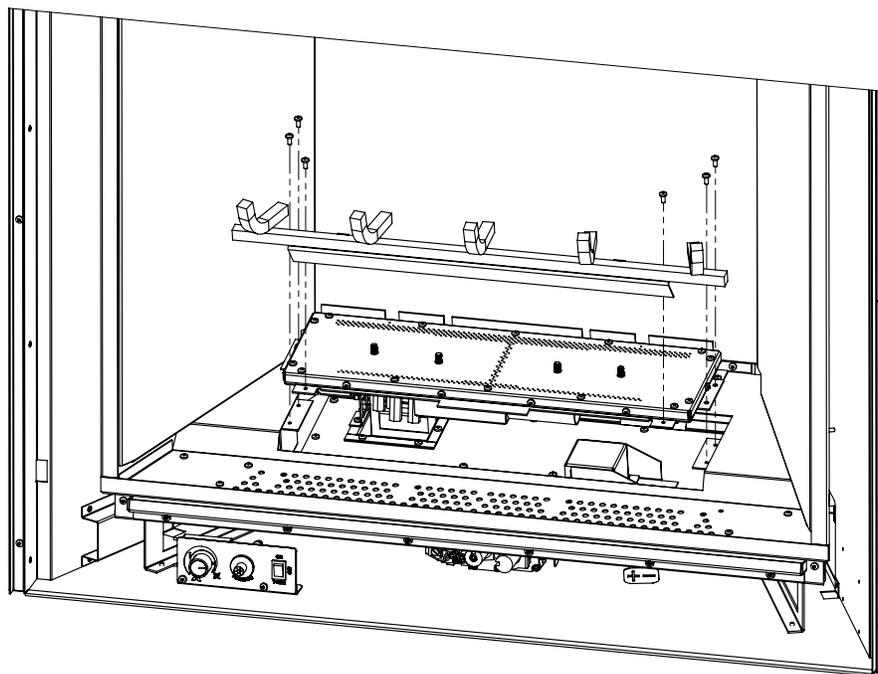

Figure 21. Enlèvement du Brûleur Avant
6. Retirez les deux vis T-20 fixant le plateau du brûleur avant (voir Figure 21). Faites glisser la casserole vers la gauche et retirez-la. Remonter dans l'ordre inverse.